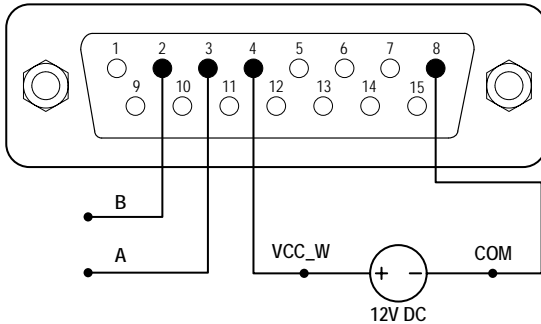
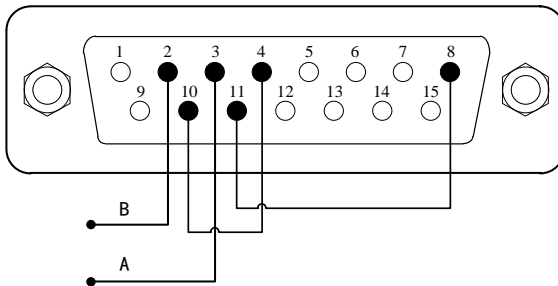

Abbildung 53: Start/Stop-Steuerung mit einer externen 12V-Stromquelle
Abbildung 54: Start/Stop-Steuerung mit der internen 12V-Stromquelle
- 1) Schalten Sie die Pumpe aus und schließen Sie den DB15-Stecker gemäß den Schaltplänen in Abbildung 53 oder Abbildung 54 an . Verbinden Sie ihn mit dem DB15-Anschluss auf der Rückseite der Pumpe.